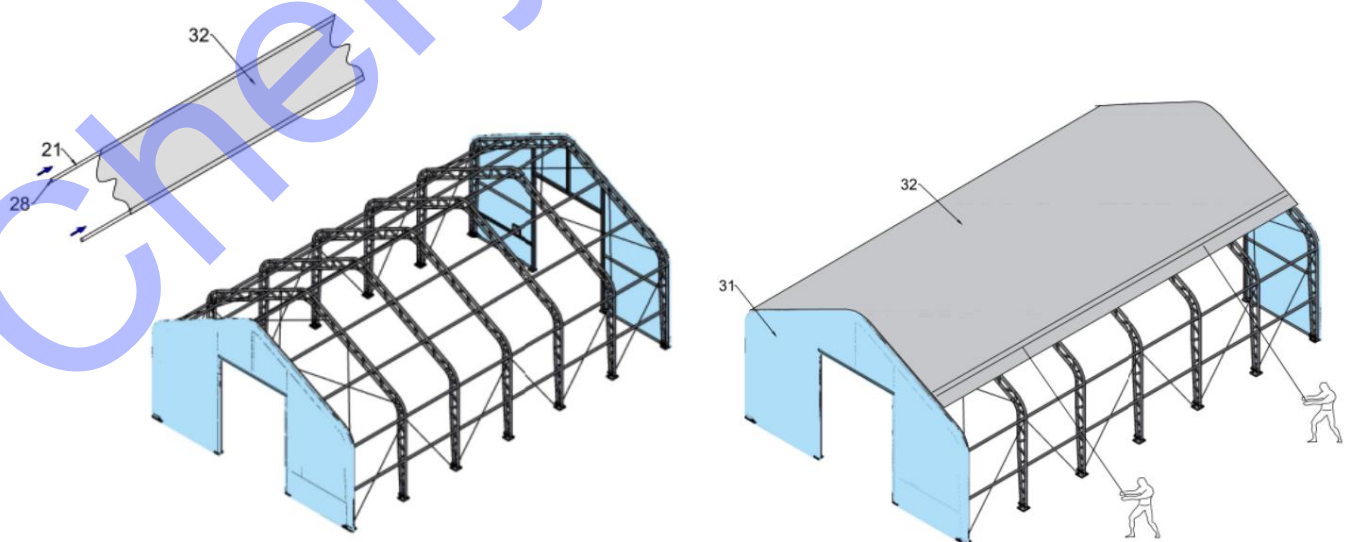

Figure 8
1. Lorsque la couverture du toit est au-dessus de l'assemblage du cadre (voir la figure 8), insérez les tubes de tension (n° 21) dans les poches le long des deux côtés de la couverture du toit, coupez l'ouverture pour la bande en nylon pour le cliquet, trouvez l'extrémité d'alimentation de la bande en nylon sur le tube dans l'attache pour le cliquet (n° 6).